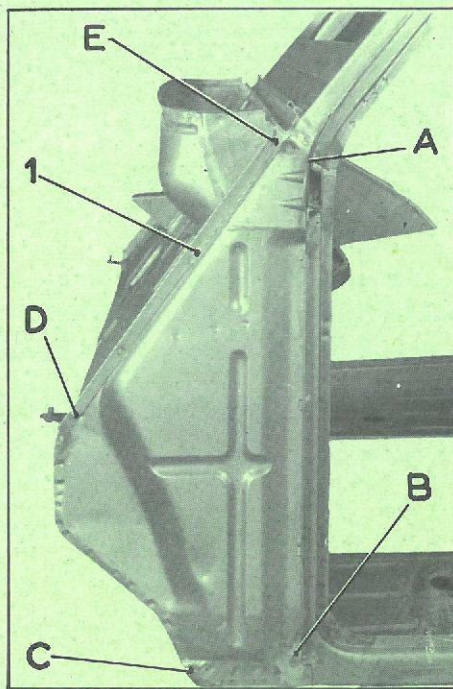

Fig. 1
- AB, BC, CD, DE, EF, FG (fig. 1),
- a (fig. 1),
1. Dessouder en ED (fig. 1 et 3).
3. Déposer le profilé d'étanchéité 1 (fig. 1 et 3).
- AB (fig. 1 et 2),